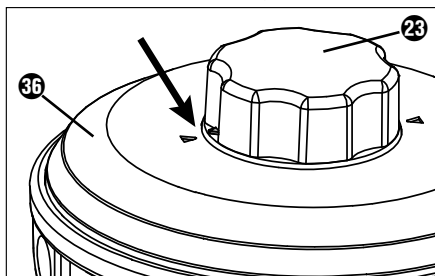

Fig. 1
- 1) Sørg for, at de to pile på låget 36 og på drejeknappen 23 på trådspolen 22 vender mod hinanden (se fig. 1).